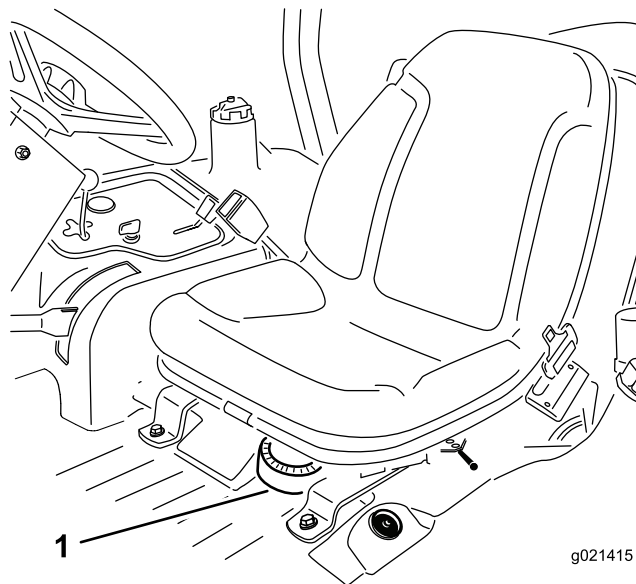

Figura 47
1. Retire el asiento de la unidad de tracción para acceder a la bomba de combustible (Figura 47).